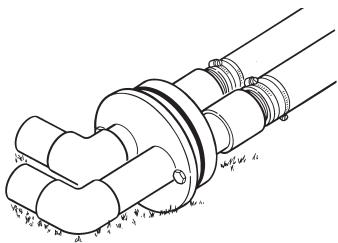

Figura 10
- Instale los codos de acero en el extremo superior de los niples (Figura 10). Para evitar fugas, cubra con cinta de Teflón todas las uniones roscadas.